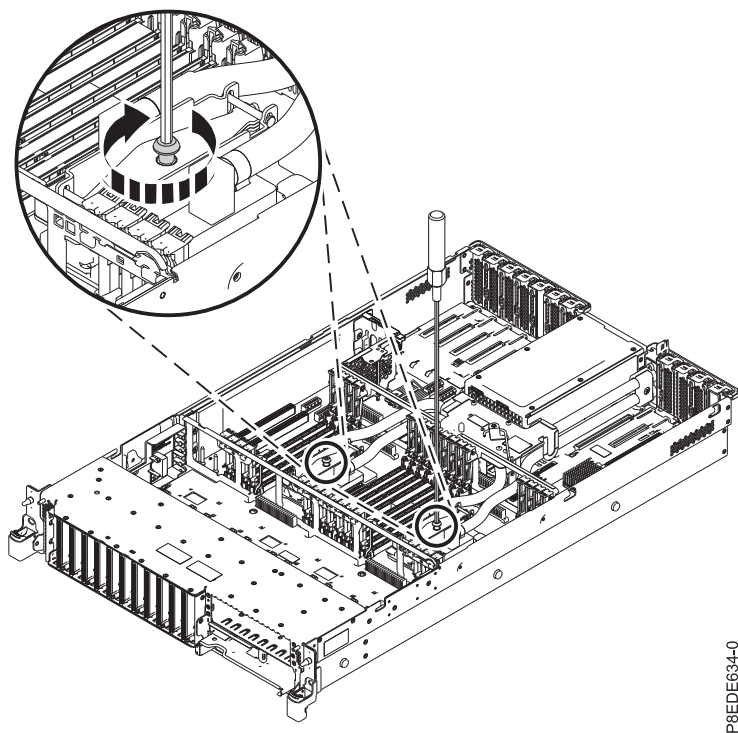

Figura 42. Cómo apretar el tornillo de fijación de la placa de frío
- b. Apriete el tornillo de fijación de la placa de frío con una llave Allen de 4 mm o 5/32 pulgadas, como se muestra en la Figura 42.